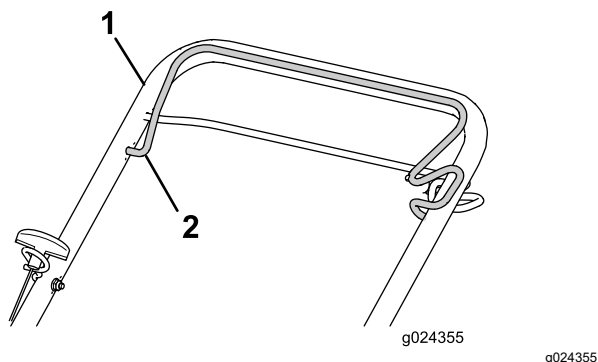

Figura 15
3. Trageți bara de comandă pentru lamă către mânerul superior și mențineți-o în poziție (Figura 15).